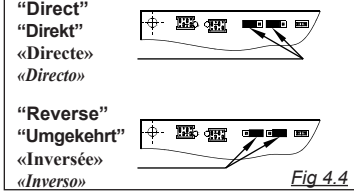

Fig 4.4
- Wirkungsweise-Jumper auf umgekehrte Wirkung einstellen (Beide Jumper auf die rechte Position stecken, siehe Abb. 4.4).
- Wirkungsweise-Jumper auf umgekehrte Wirkung einstellen (Beide Jumper auf der rechten Position stecken, siehe Abb. 4.4).
- Modifiez le réglage du cavalier d'action en positionnant les deux cavaliers sur le côté droit (voir fig. 4.4).